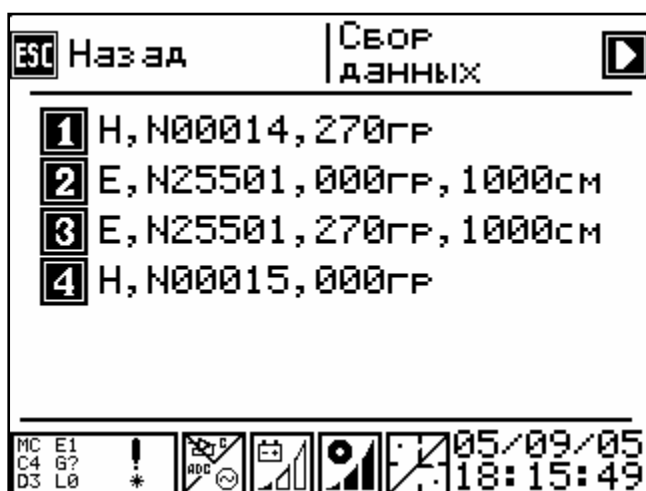

Рисунок 6.3
- кнопка **1** - переход в меню установки параметров текущей раскладки (рисунок 6.3);
В данное меню (рисунок 6.3) переход осуществляется по кнопке **1** главного меню (рисунок 6.1).
- кнопка **ESC**– вернуться в предыдущее меню (рисунок 6.3);